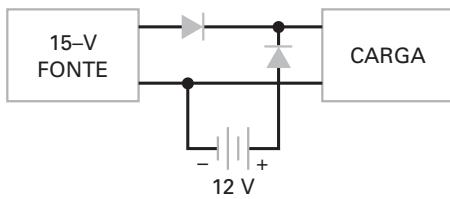

Figura 3-24
- 3-33** Alguns sistemas como alarme contra assalto e computadores utilizam uma bateria para o caso de falta de energia. Descreva como funciona o circuito da Figura 3-24.